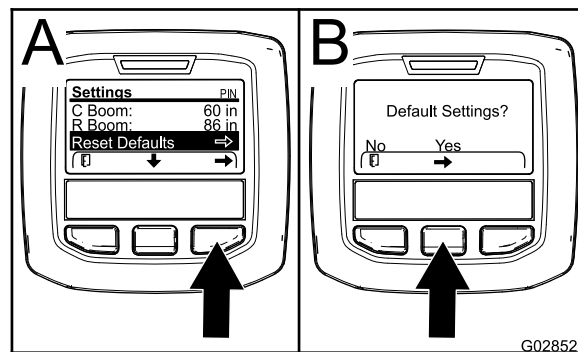

Figura 75
- Carregue no botão de seleção central para navegar para a introdução da reposição da predefinição (Figura 75).
3. No ecrã de predefinições, pressione o botão de seleção esquerdo para Não e o botão de seleção direito para Sim (Figura 75).